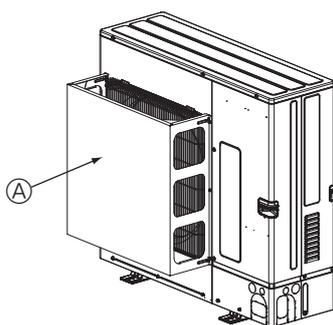

Fig. 2-5
- ② Montera en extra luftledare om enheten installeras på en plats där kraftig vind från tyfoner osv kan komma direkt in i luftutblåset. (Fig. 2-5)